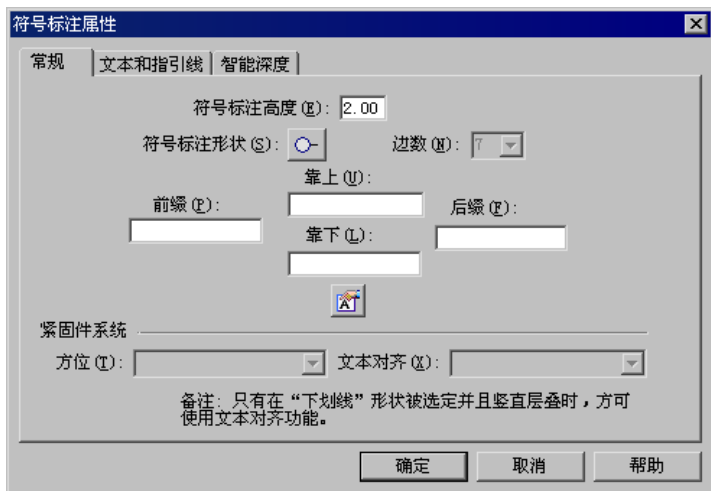

图 8.10.4 “符号标注属性”对话框
-  按钮：单击此按钮，系统弹出图 8.10.4 所示的“符号标注属性”对话框。在该对话框中可以对要标注的参数进行设置。标注的参数也可通过“符号标注”命令条中的文本框及按钮进行设置。